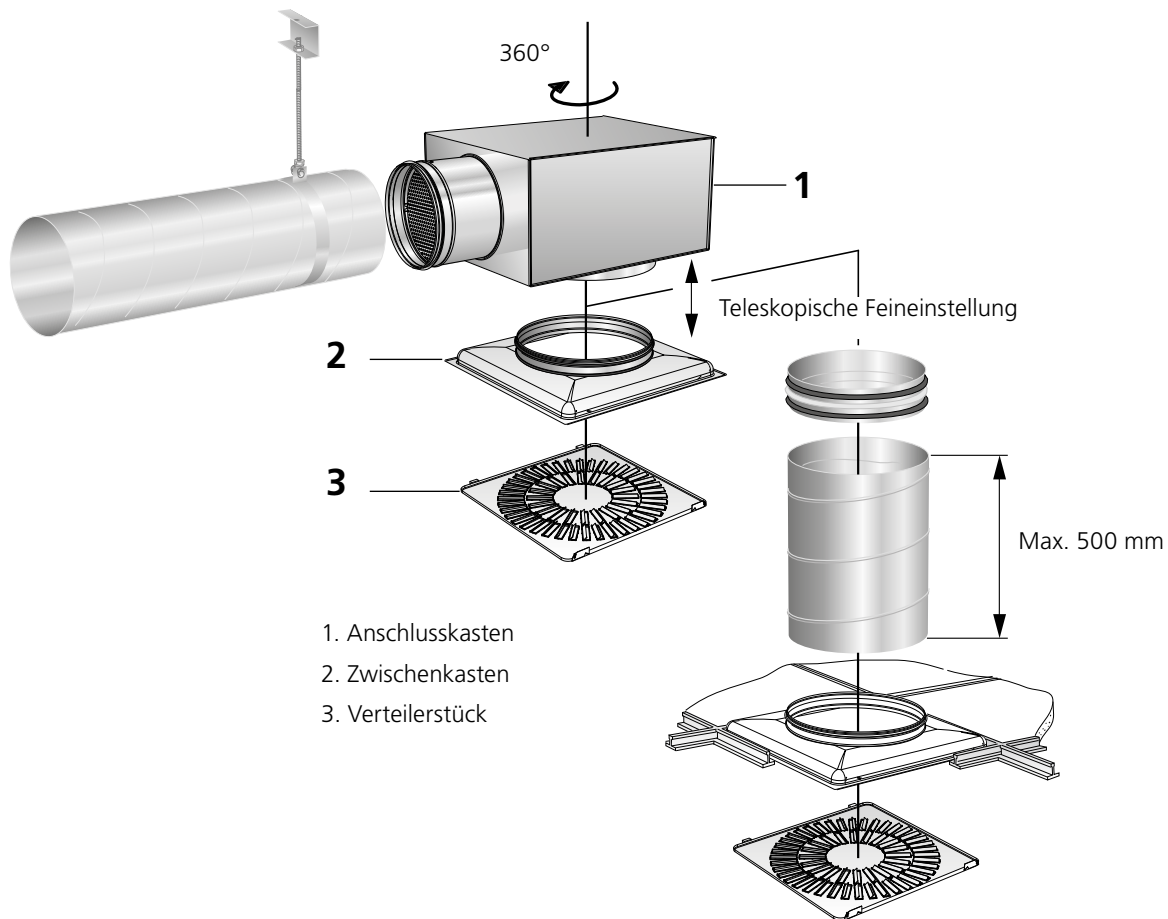

Abb. 2. Montagealternativen.
- Es kann eine Verlängerung um 500 mm mit einem Wickelfalzrohr zwischen Anschlusskasten und Luftauslass vorgenommen werden, siehe Abbildung 2.